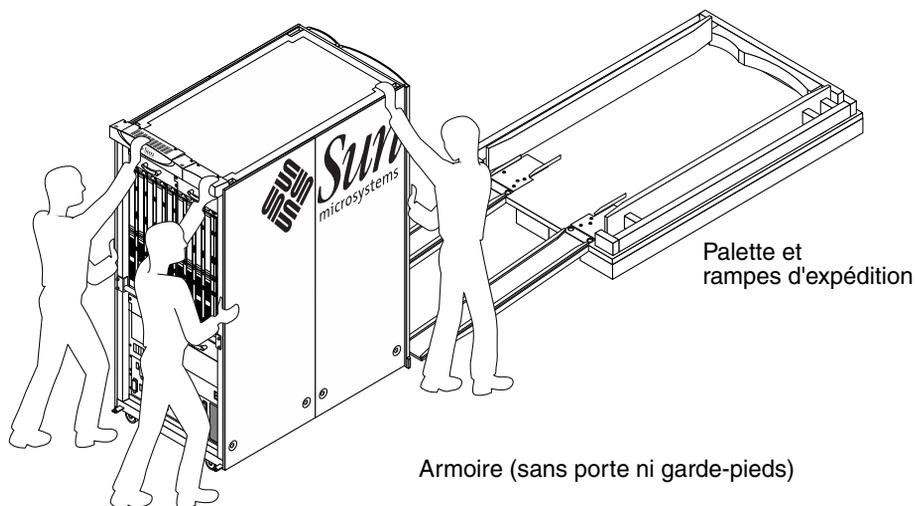

FIGURE 4-3 Ramps installées sur le plancher de la palette
3. Aligned les roues de l'armoire sur le côté avant des rampes (FIGURE 4-3).